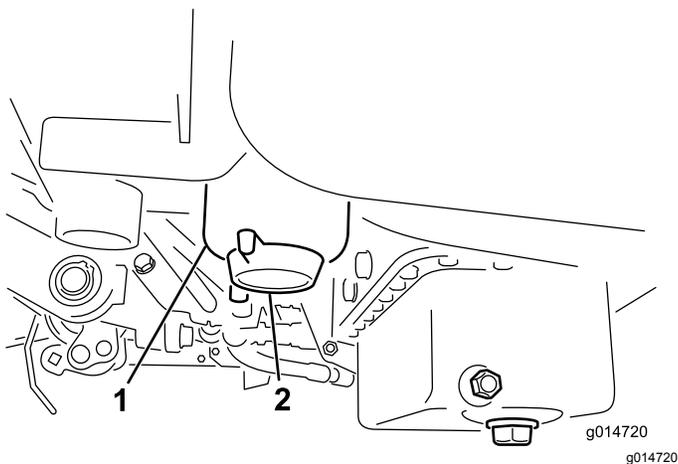

Figure 42
2. Nettoyez la surface autour des supports de la cartouche du filtre (Figure 42).
4. Ouvrez le robinet du filtre (Figure 42).